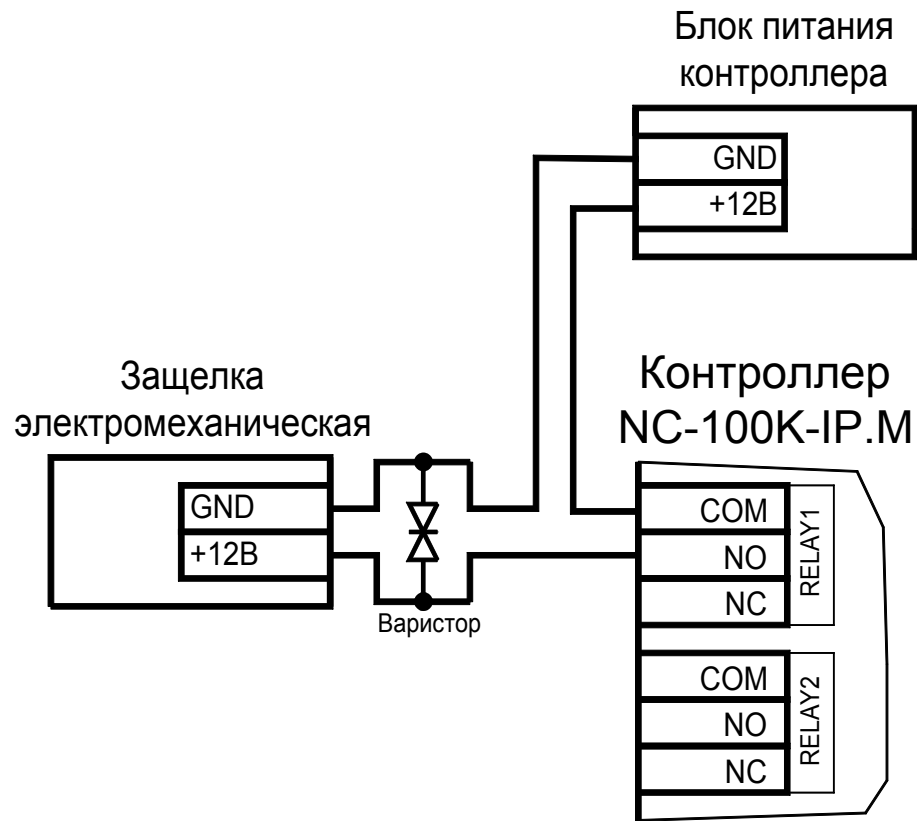

Рисунок 11. Схема подключения защелки, отпираемой напряжением
- Установите дополнительное промежуточное реле (рисунок 11).
Реле должно срабатывать от напряжения 12 В, подаваемого от контроллера, а исполнительные контакты – обеспечивать длительную многократную коммутацию силовой цепи замка. Настоятельно рекомендуется установить дополнительный варистор на стороне замка (рисунок 11). Обратите внимание, дополнительный варистор в комплект поставки не входит, а его параметры должны соответствовать напряжению питания и энергии используемого замка.